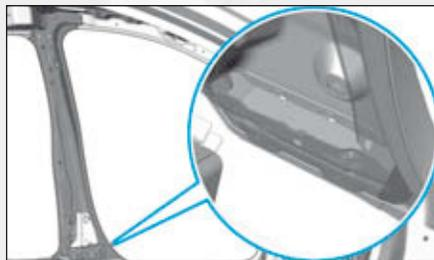

FIG.98
- Poser l'insert gonflant de pied milieu sur la caisse (Fig.98).